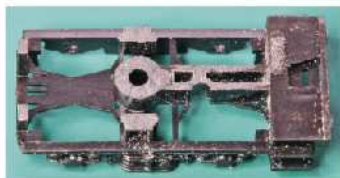

Bild 1
2. Die Feder entfernen, Drehgestelle von oben bis auf die Pufferbohle abfeilen Bild 1, Puffer auf 3 mm kürzen, dann den Rest bis zur Pufferbohle entfernen